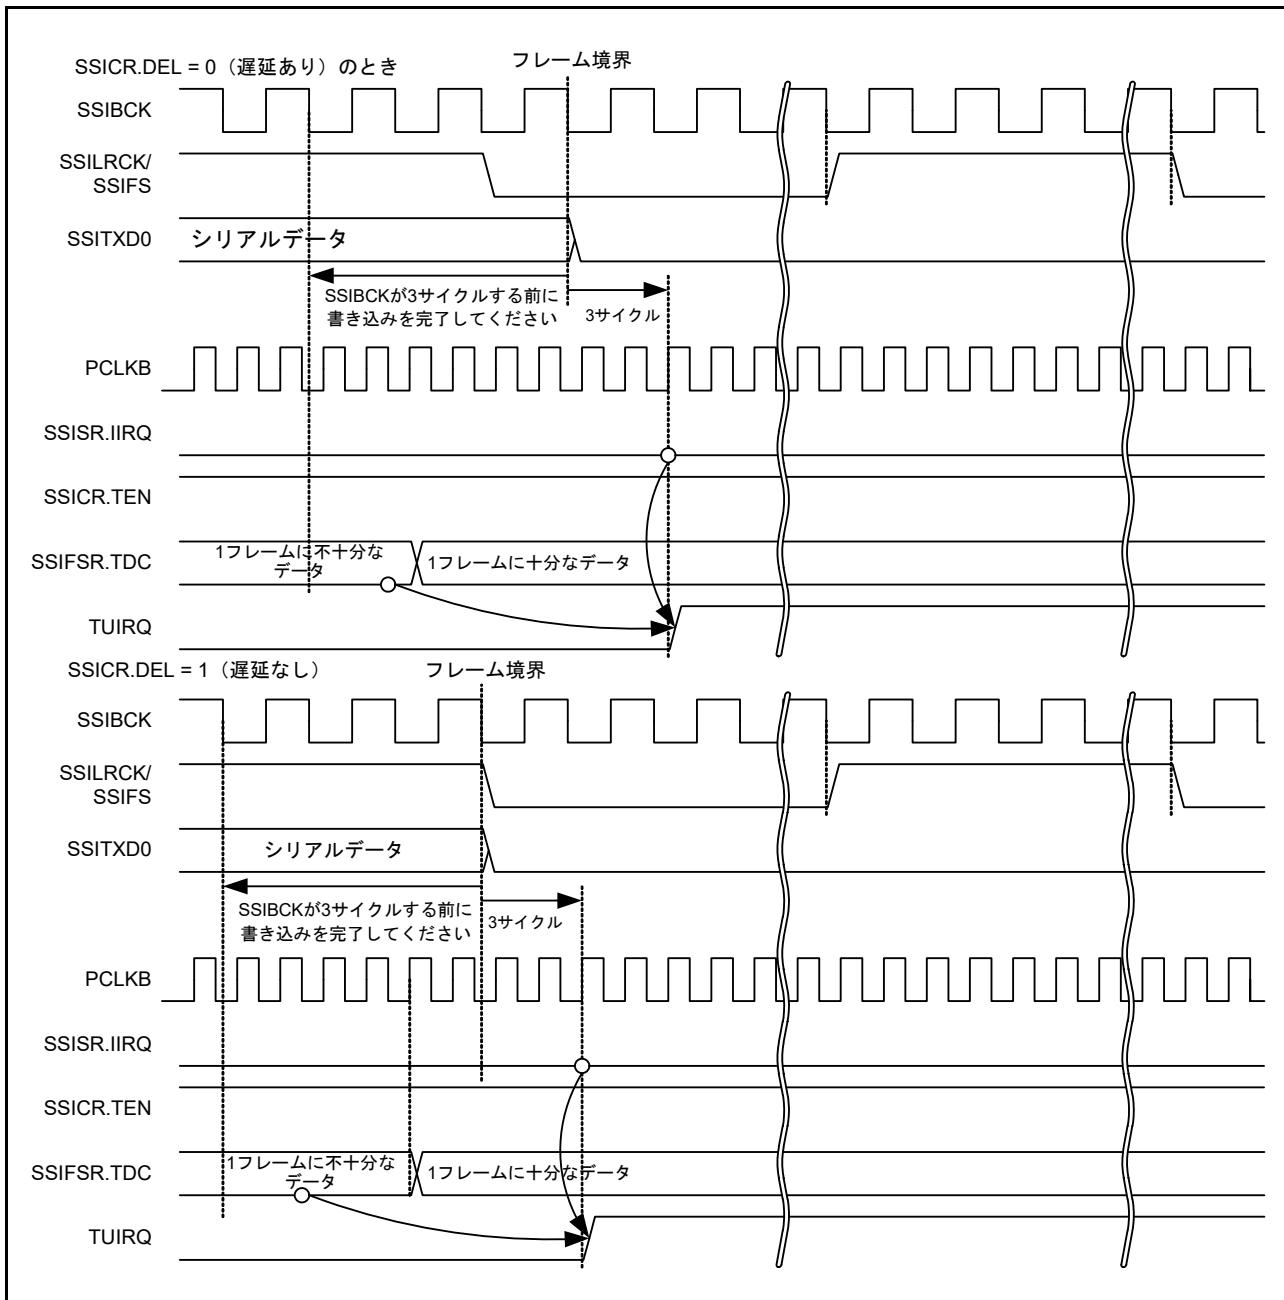
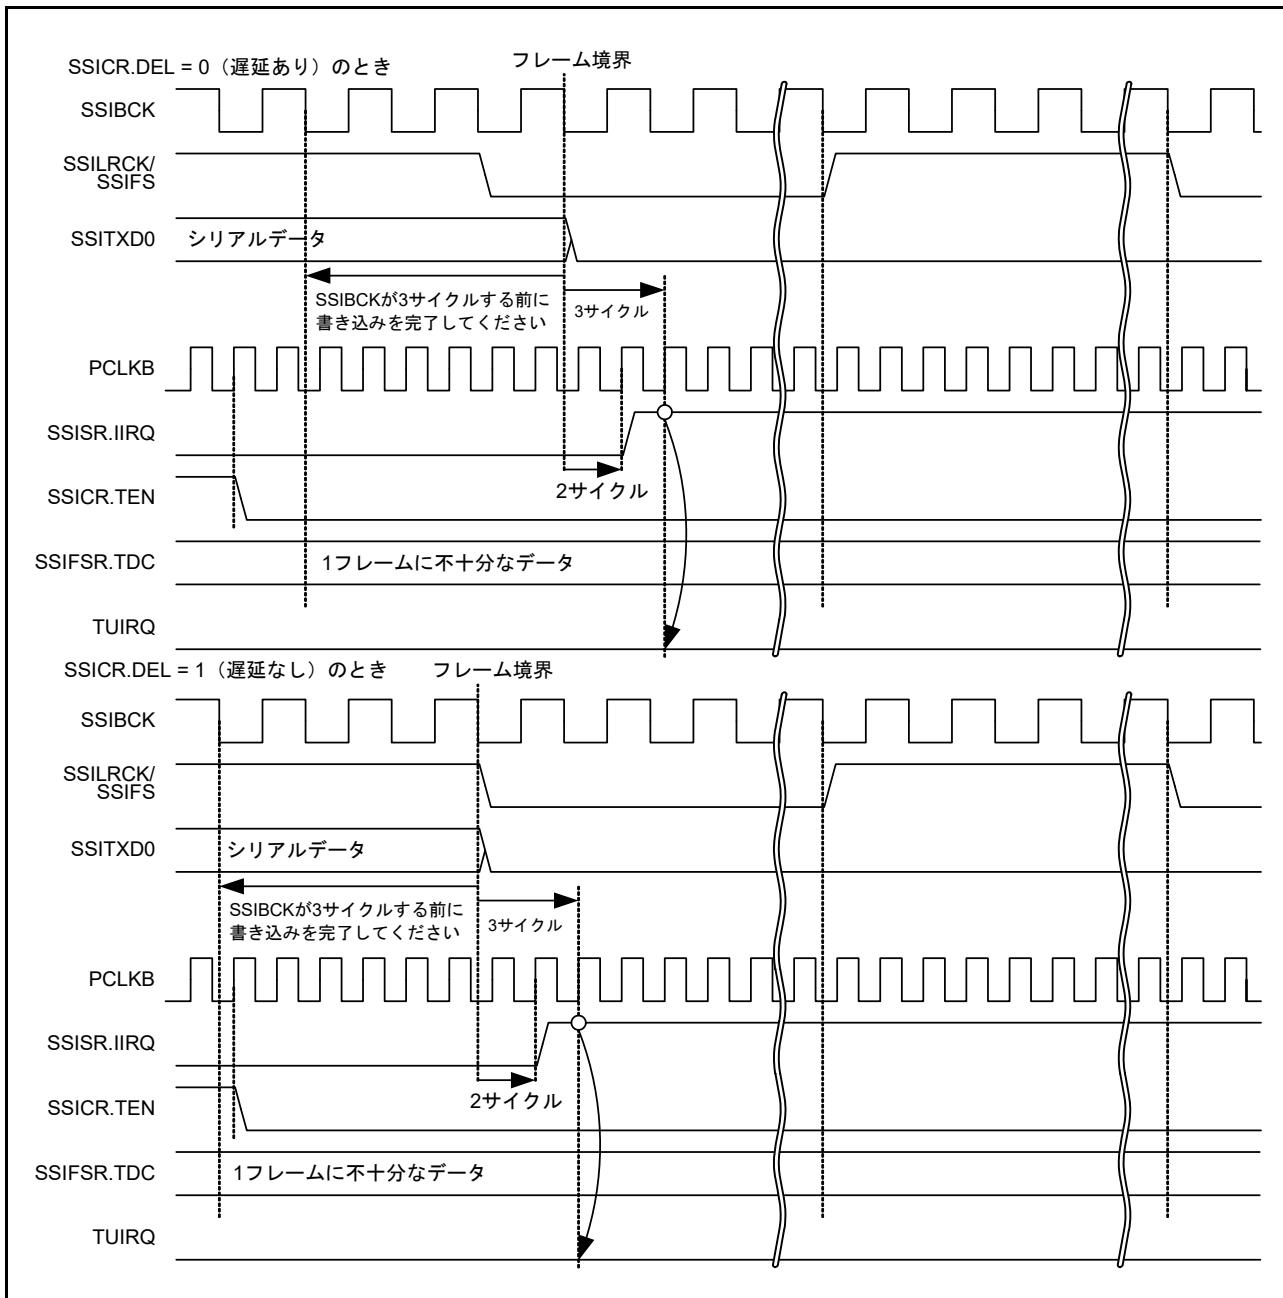

図 33.18 TUIRQ 設定タイミング（通信が継続する場合）
図 33.19 TUIRQ 設定タイミング（通信が停止する場合）
- フレーム境界を越えて通信が継続する場合に、次のフレームで必要な送信データが SSIFTDR に書き込みされなかったとき。詳細は、図 33.18 および図 33.19 を参照してください
- フレーム境界から PCLKB の 3 サイクルが経過したとき。詳細は、図 33.18 を参照してください